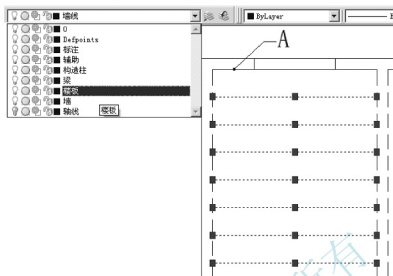
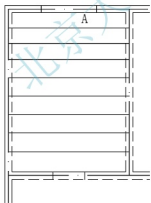

图 5.27 换图层
图 5.28 延伸楼板线
(2) 换图层:由于楼板线是由墙线偏移得来的,所以楼板线目前位于**【墙】**图层上,需要将楼板线换到**【楼板】**图层上。
① 在命令行无命令的状态下选中所有楼板线,打开**【图层控制】**下拉列表并选择**【楼板】**图层,如图 5.27 所示。
② 按 Esc 键取消夹点,这样所有被选中的楼板线由**【墙】**图层换到**【楼板】**图层上。
③ 打开**【轴线】**层,将楼板线两端用**【延伸】**命令延伸至轴线,生成楼板的支撑长度,结果如图 5.28 所示。